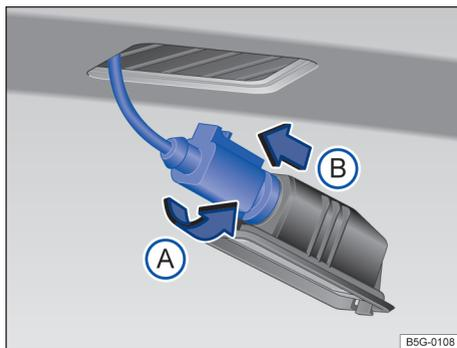

Fig. 169 Lanterna da placa de licença: desinstalar o suporte da lâmpada.
- ② Girar o soquete da lâmpada no **sentido anti-horário** → Fig. 169 (A) e retirar o suporte junto com a lâmpada (B).
- ③ Puxar a lâmpada queimada do soquete para removê-la. ▶
- ④ Substituir a lâmpada incandescente queimada por uma lâmpada incandescente nova do mesmo modelo.
- ⑤ Inserir a nova lâmpada no soquete cuidadosamente.
- ⑥ Posicionar o suporte da lâmpada na lanterna da placa de licença e pressionar no sentido contrário ao da seta **A** até o batente.
- ⑦ Certificar-se de que o soquete está corretamente fixado no conjunto.
- ⑧ Posicionar o conjunto da lanterna da placa de licença cuidadosamente na abertura do para-choque. Atentar para a correta direção de instalação da lanterna da placa de licença.
- ⑨ Pressionar a lanterna da placa de licença no para-choque até que encaixe de forma audível.
- ⑩ Certificar-se de que o conjunto da lanterna da placa de licença está corretamente fixada no alojamento.